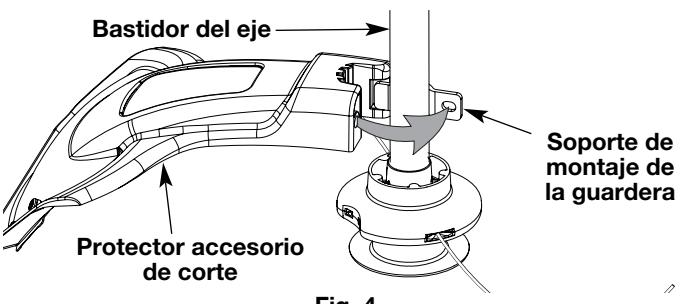

Fig. 4
- Coloque el protector del accesorio de corte en el bastidor del eje. Cerciórese de que el soporte de montaje de la guardera se deslice en la ranura situada en el borde del protector de corte. Gire el protector en sentido antihorario hasta que quede en su lugar (Fig. 4). Los orificios en el soporte de montaje de la guardera y el protector del accesorio de corte se alinearán.